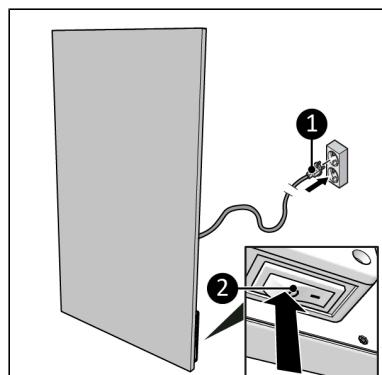

Figure 132.
2. Asigurați-vă că comutatorul ON/OFF este în poziția OFF (Figure 132, poz. 2).
3. Introduceți ștecarul (Figure 132, poz. 1) într-o priză de perete cu împământare, ușor accesibilă. Utilizați o priză de perete cu împământare, cu o putere minimă de 1000 Watt.